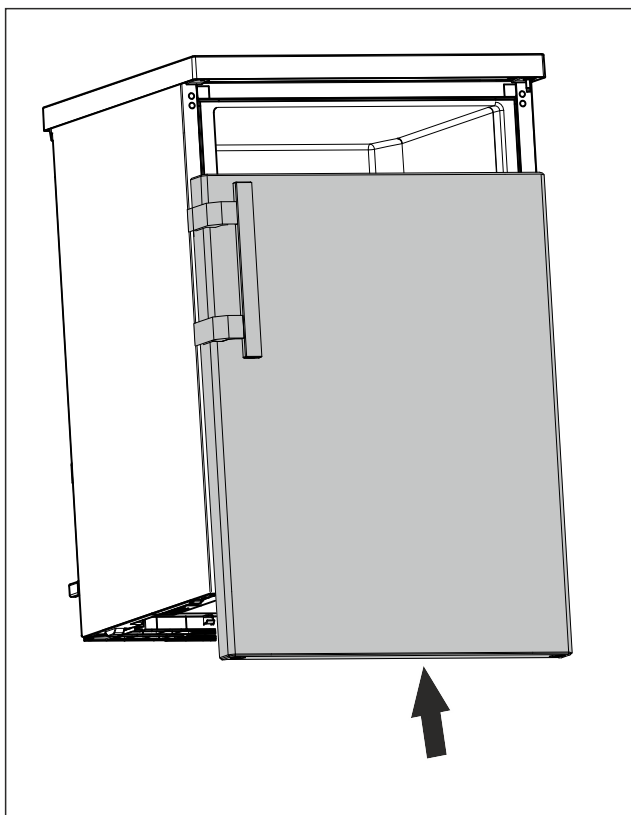

Fig. 16
- ▶ Плъзнете вратата върху горния болт, когато е затворена. (виж *Fig. 16*)